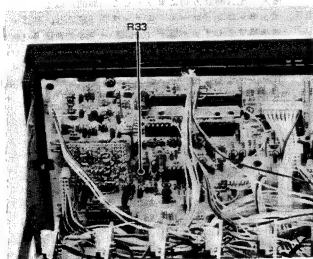

Fig. 4-9
2. If back tension is not within the limits, adjust semi-fixed resistor R33 on the Control PCB (Fig. 4-9) until the torque meter reads $14 \text{ g} \pm 1 \text{ g}$.
- 2). もしバック・テンションが上記値より外れている場合には、リール・トルク・メータの値が $14 \text{ g} \pm 1 \text{ g}$ になる様にコントロール PCB の半固定抵抗 R33 (図4-9) を回して調整する。